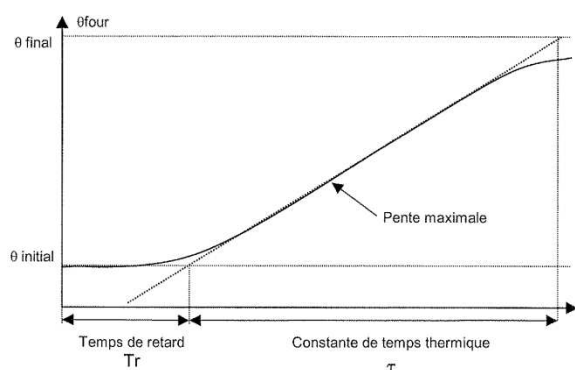

FIGURE 2.3 – Temps de retard et constante du temps
- [☞] Calculer le temps de retard T_r et la constante de temps thermique τ_r pour les trois capteurs qui sont définis sur la figure 2.3.